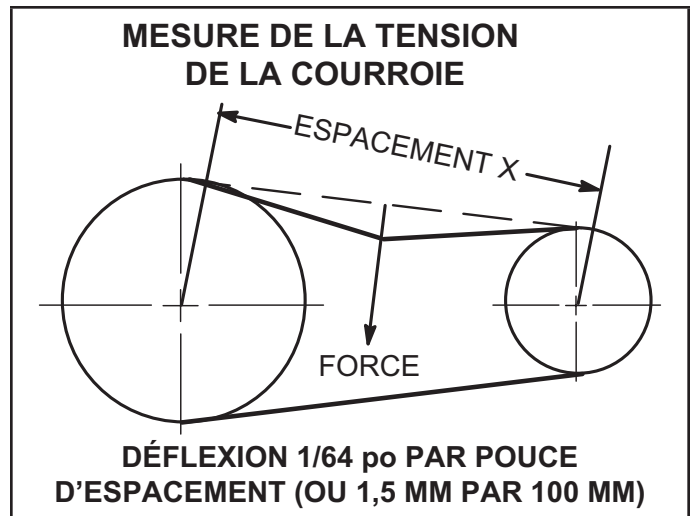

FIGURE 19
- 1 - Mesurer l'espacement X. Voir FIGURE 19.
- 2 - Appliquer une force perpendiculairement au centre de l'espacement (X) avec une pression suffisante pour faire fléchir la courroie de 1/64 po par pouce d'espacement ou 1,5 mm par 100 mm d'espacement.